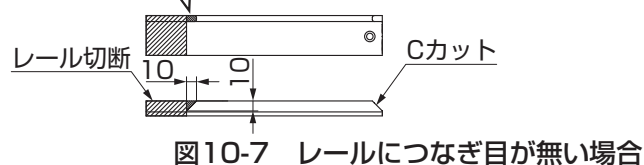
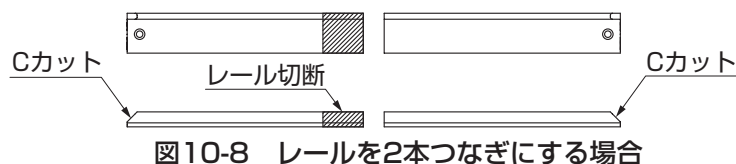
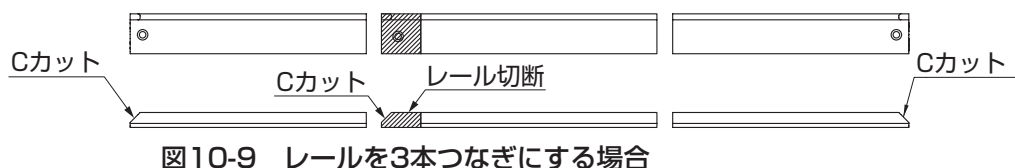

図10-7 レールにつなぎ目がない場合
図10-8 レールを2本つなぎにする場合
図10-9 レールを3本つなぎにする場合
- ② 切断するサイドレールがどのタイプか図10-7、図10-8、図10-9で選択してください。
- ③ 表10-2、表10-3、表10-4の切断寸法を参考にサイドレールを切断してください。
- サイドレールにつなぎ目がない場合、Cカットが無い側を切断し、切断部側に現場でCカットの加工をしてください。(図10-7参照)
- レールを2本つなぎにする場合Cカットが無い側を切断し、Cカットが無い側どうしを合わせてください。(図10-8参照)
- レールを3本つなぎにする場合Cカットが有る側を切断し、そのレールを中央にし、Cカットが両端にくるようにし、3本を合わせてください。(図10-9参照)
- サイドレールはCカットが両端になるようにしてください。(図10-7、図10-8、図10-9参照)